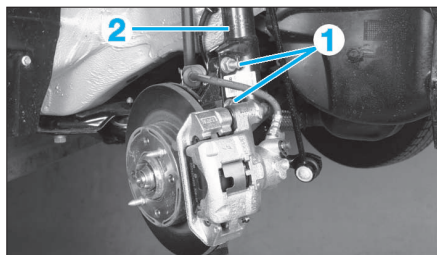

FIG. 3
- les vis de fixation inférieures (1) de l'élément de suspension (2) (Fig.3).